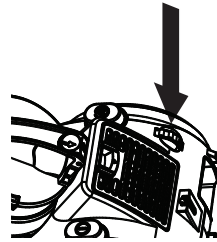

Figuur 4
5. Het snoer heeft een gele en een rode markering, zie figuur 4. Trek het snoer uit tot de gele markering.